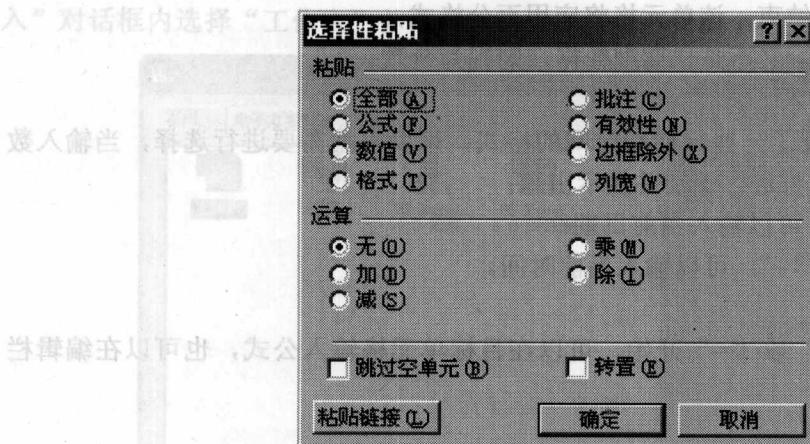

图 1-5 选择性粘贴对话框
- (1) 全部复制和移动单元格内容。
- ① 选定被复制和移动单元格内容；
- ② 点击“编辑|复制(剪切)”，或右键单击被复制或移动单元格内容，选择“复制(剪切)”；
- ③ 选定目标单元格，回车确认，或右键单击目标单元格，选择“粘贴”。
(2) 选择性粘贴。如果剪贴板上有数值、公式、批注等，可打开“选择性粘贴”对话框，进行选择性粘贴，如图 1-5 所示。